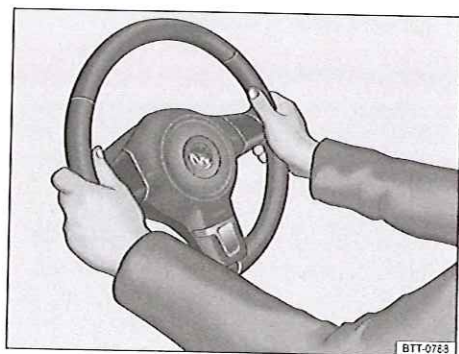

Fig. 65 Sur le volant de direction : positions 9 h et 3 h
- Réglez le volant de direction de manière à pouvoir le tenir en plaçant vos deux mains à la périphérie en positions 9 h et 3 h → fig. 65, les bras étant légèrement pliés.
- Lorsque vous conduisez, tenez toujours le volant de direction en plaçant vos deux mains à la périphérie en positions 9 h et 3 h → fig. 65 afin de réduire tout risque de blessures en cas de déclenchement du sac gonflable du conducteur.